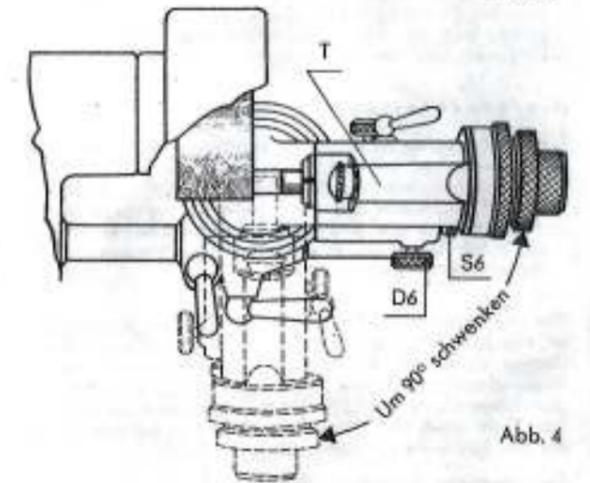

Abb. 4
4. Teilkopf in Richtung der Schleifscheibenachse abschwanken. Zustellung des Frässtichels durch Verschieben des Teilkopfschlittens T (Abb. 4). Die Feinzustellung beim Schleifen erfolgt mit der Feinverstellungsschraube S6 des Teilkopfschlittens bei festgezogener Druckschraube D6. Das Anschleifen der Rundung geschieht durch langsames Schwenken des Teilkopfrägers um 90° und unter ständigem Drehen des Zangenlagers zwischen den Anschlägen um 180° (Abb. 5-6). Mit der Feinverstellungsschraube S6 ist der Teilkopf vor dem Schleifen etwas zurückzuziehen, damit der Frässtichel durch eine zu große Spanabnahme nicht überhitzt wird. Jeweils nach erfolgtem Schleifvorgang ist mit Feinverstellungsschraube S6 der Frässtichel zur Schleifscheibe zuzustellen.